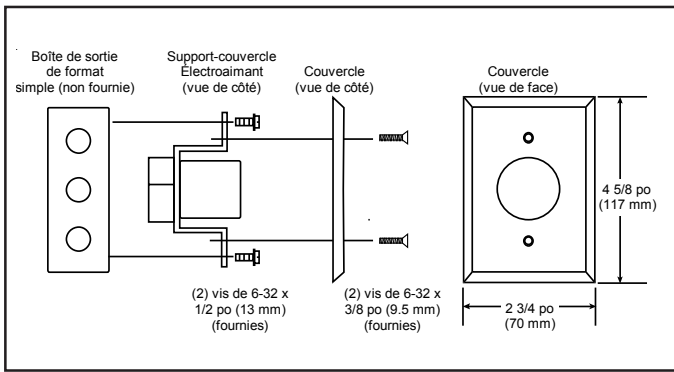

Figure 2. Montage
- Tirez les fils du circuit dans le conduit et faites-les entrer dans la boîte de sortie (Fig. 2).
- Fixez le support de l'électroaimant à la boîte de sortie au moyen des 2 vis n° 6-32 x 1/2 po fournies (voir Fig. 2).
- Fixez le couvercle au support de l'électroaimant au moyen des 2 vis n° 6-32 x 3/8 po fournies (voir Fig. 2).